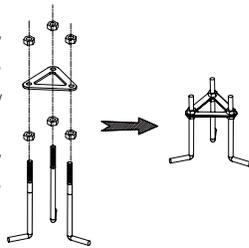

Figure 1
1. Get the anchor bolt carrier assembled as Fig. 1 and use it to determine placement of anchor bolts in concrete.
1. Assembler le support de boulons d'ancrage (Fig. 1) et l'utiliser pour déterminer l'emplacement des boulons d'ancrage dans le béton.